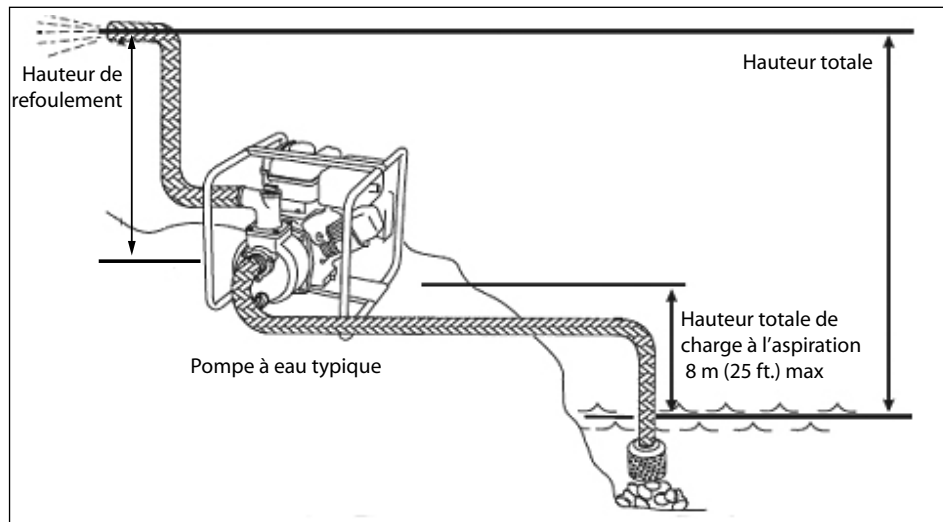

FIGURE 1
**La longueur de la conduite d'aspiration doit être réduite au minimum afin de permettre un débit maximum.** Conserver le conduit d'alimentation aussi court que possible permettra à la pompe de fonctionner à sa performance maximale et d'assurer que le carter ne devient pas surchauffé en raison de l'absence de l'eau (Figure 1).